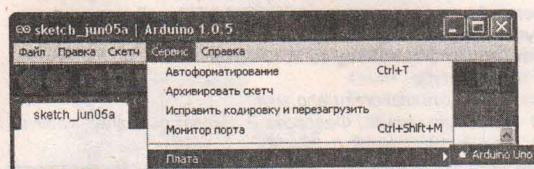
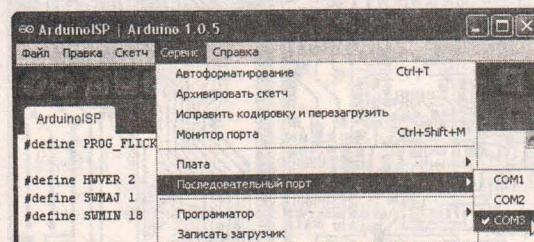

Рис.3
Рис.4
4) В начальном меню Arduino-1.0.5 выбрать тип применяемой платы (рис.3) и номер виртуального COM-порта (рис.4). Загрузить программу-скетч под названием ArduinoISP (Файл-Примеры-ArduinoISP). Запрограммировать МК Arduino, нажав пиктограмму «Загрузить» или через меню «Файл-Загрузить». В процессе программирования на плате Arduino должны мигать светодиоды. Окончание прошивки знаменуется надписью «Загрузка выполнена», после чего Arduino превращается в автономный USB-программатор для широкого спектра AVR-контроллеров.